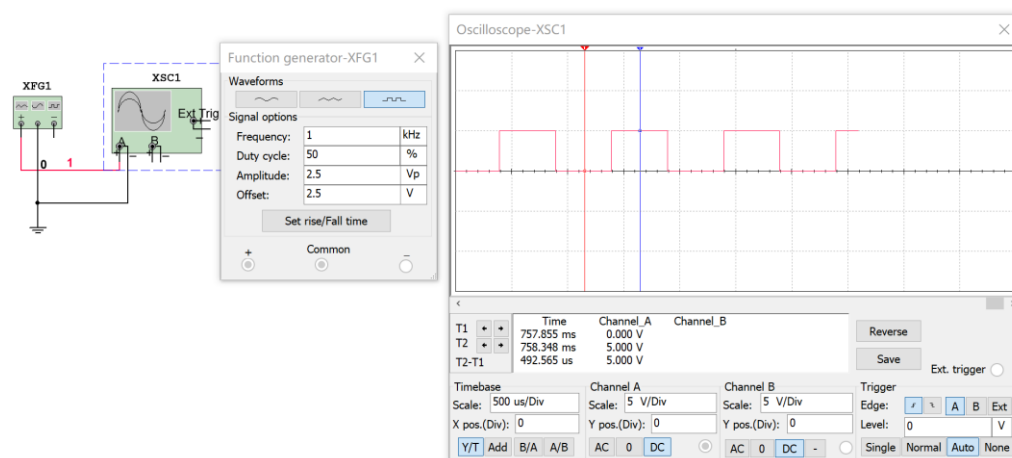

图 6 信号发生器接法 1
1) 如图 6 接法 1, 右侧仪器为示波器 (Oscilloscope), 用+和 Common (中间接口), Common 端接电路地 (与示波器共地), 设置 Amplitude 为 2.5Vp, Offset 为 2.5V, 则信号 Vpp=5V, 此时高电平值为 5V, 低电平值为 0V;